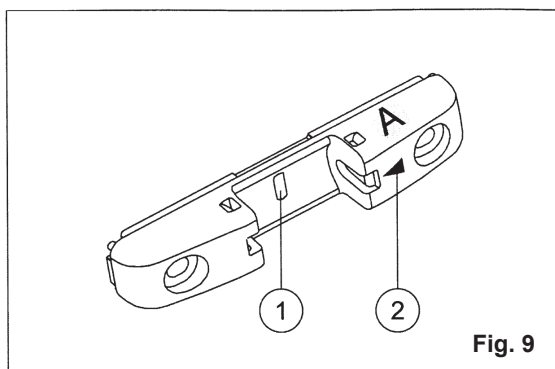

Fig. 9
- 3) **Fig. 9-** Alinear a la mediana el enchufe rápido, usando como referencia la estructura (Ref. 1) colocada al centro del mismo, con el indicador por el lado de desenganche rápido a la derecha (Ref. 2);
! AVERIGUAR QUE EL TERMINAL DE AJUSTE CADENA (FIG. 9 - Ref. A) SEA EN EJE CON EL ENCHUFE RAPIDO (FIG. 9 - Ref. B). EN CASO CONTRARIO REPETIR LAS OPERACIONES Y POSICIONAR CORRECTAMENTE; LA FALTA DE COAXIALIDAD PUEDE PROVOCAR DAÑOS AL ACCIONADOR Y AL CERCO (FIG. 9).